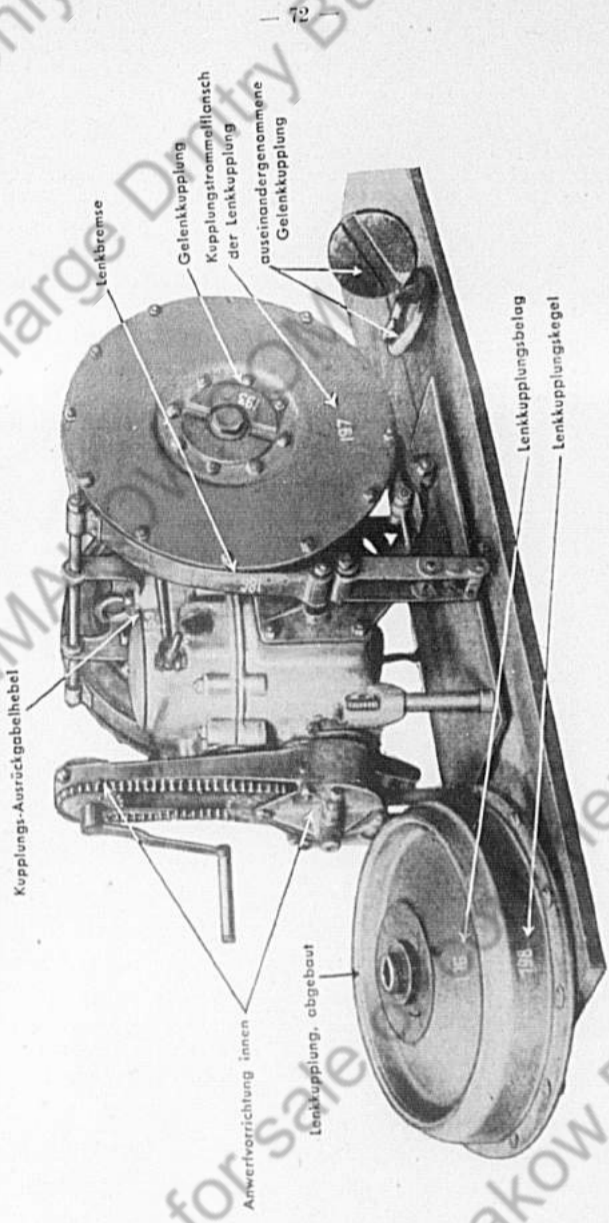

Bild 16 Anwerfvorrichtung und Lenkkupplungen
- Bild 16 Anwerfvorrichtung und Lenkapparaturen